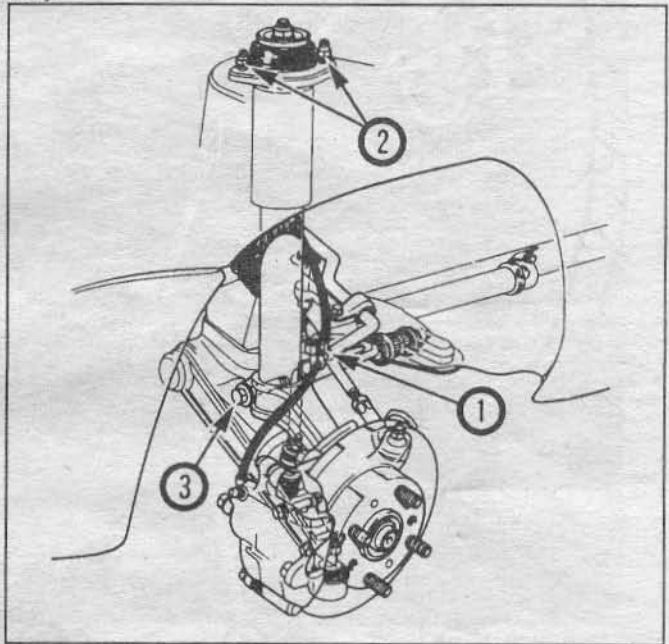

Рис. 2.3 Детали стойки (1984 - 1987 гг.): 1 - кронштейн тормозного шланга; 2 - гайки крепления стойки; 3 - зажимной болт стойки на поворотном кулаке.
5. На моделях выпуска 1984 - 1987 гг. снимите стяжной болт с верхнего конца кулака (см. рис. 2.3) и легкими ударами по кулаку и ступице снимите нижний конец стойки.